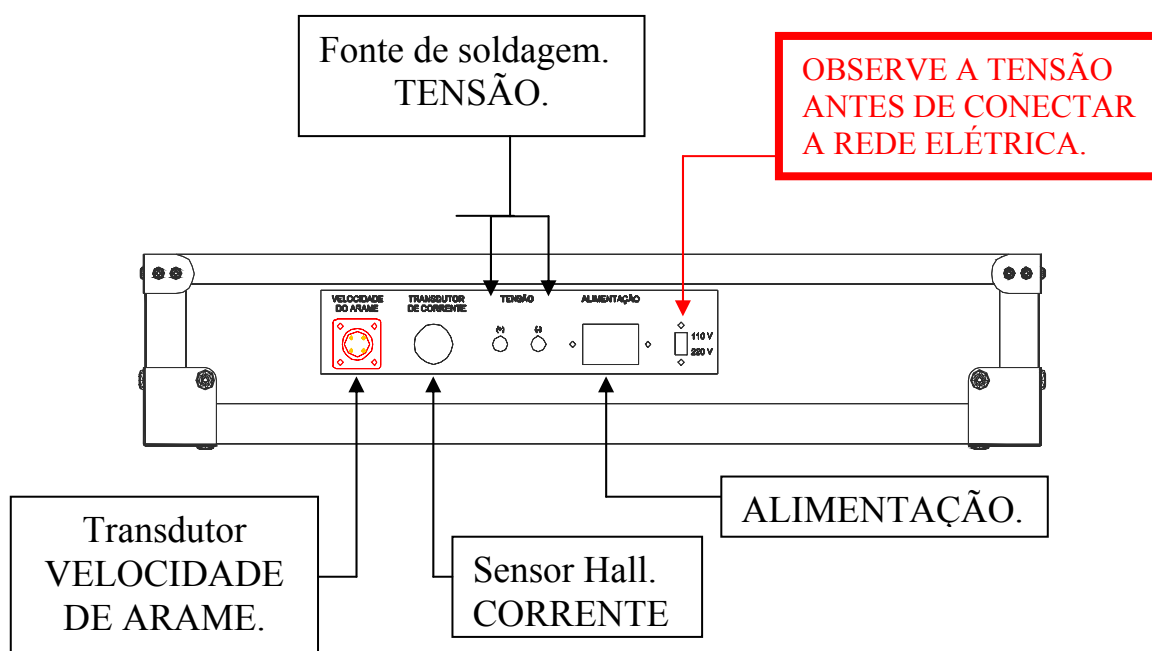

Fig. 3: Conexões externas.
3.3 - Medição: a fim de fazer a medição de forma correta, deve-se estar atento principalmente para as conexões da tensão e da corrente. Na parte traseira da maleta ficam os conectores necessários para as ligações externas com a rede elétrica e fonte de soldagem. Veja Fig. 3.